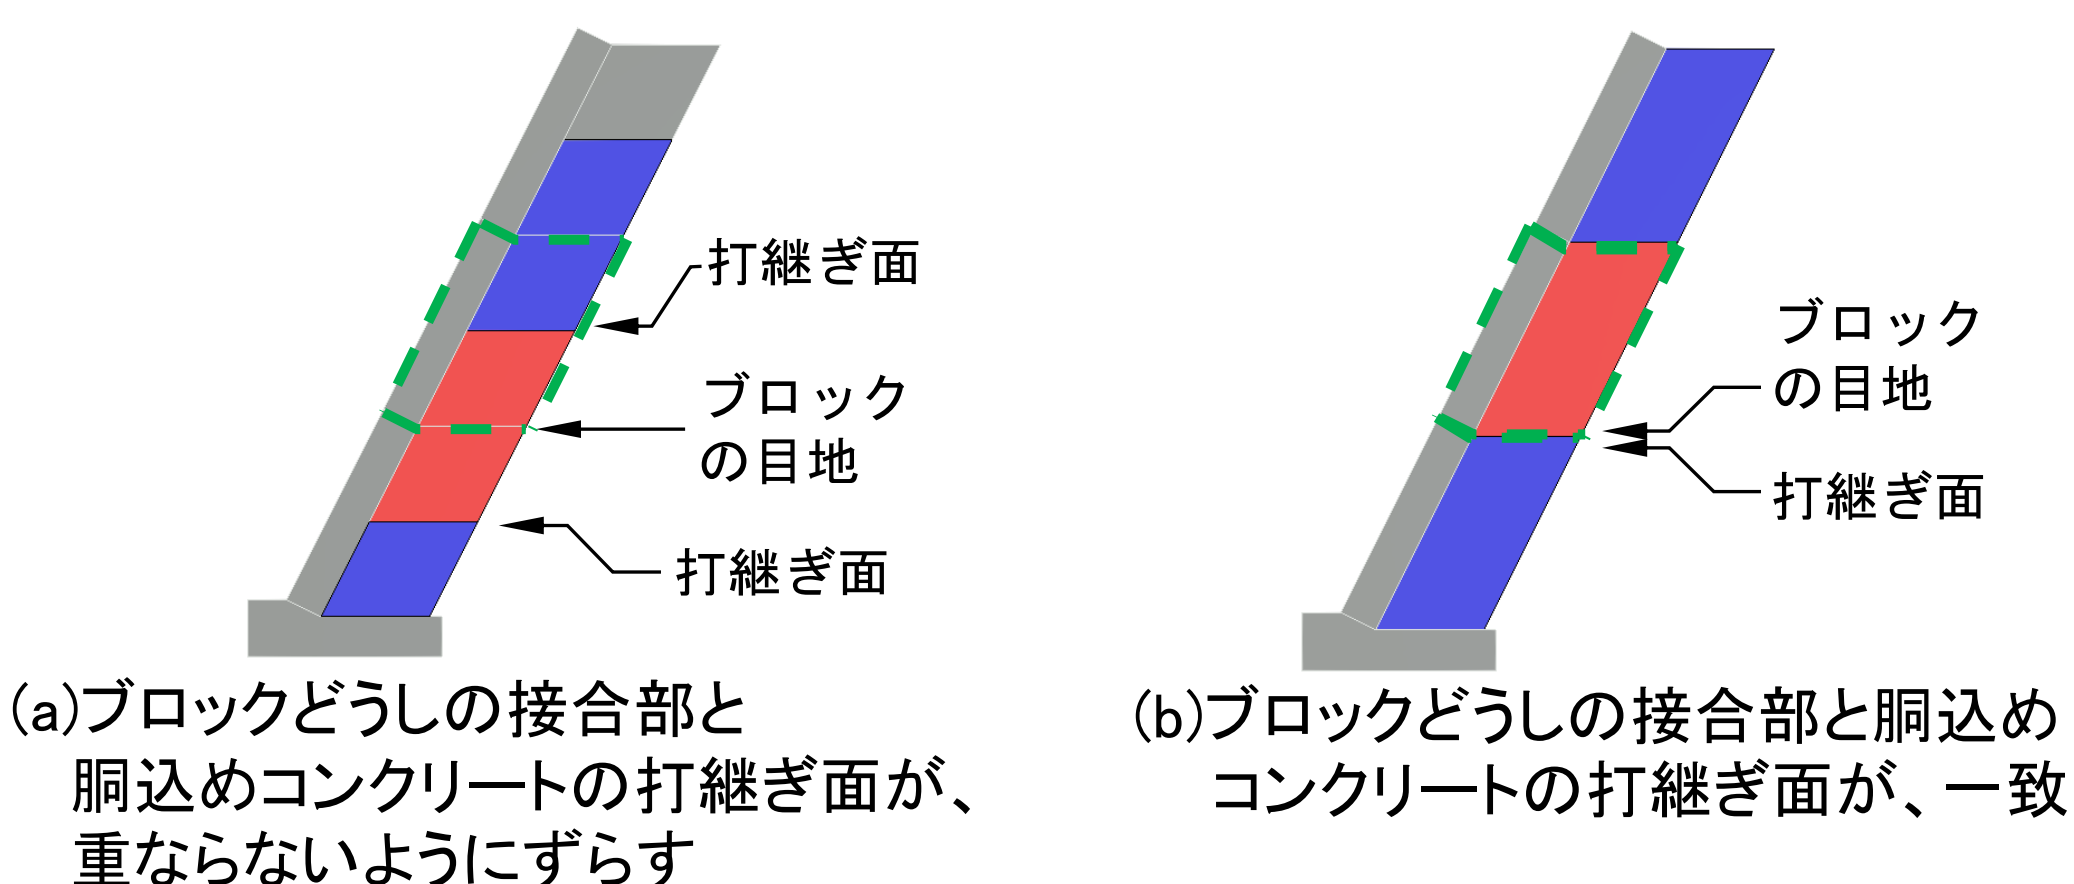

図9 ブロックどうしの接合部と打継ぎ面の関係
(3) 胴込めコンクリートの打継ぎ位置
- 施工する際、胴込めコンクリートの打継ぎ位置は、打継ぎ面の影響を低減するため、積みブロックどうしの接合部の位置とそろわないように管理するのがよいと考えられます(図9、10)。